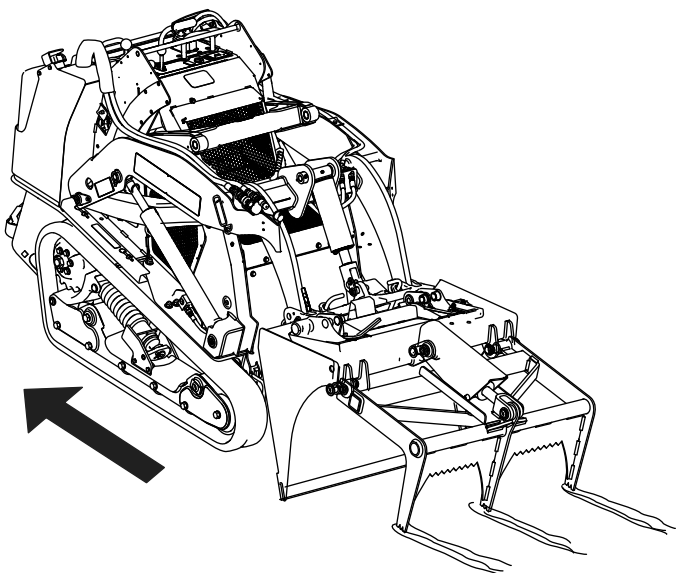

Figura 4
2. Guidate la macchina in retromarcia. Per raccogliere bastoncini e altri detriti che poi potete afferrare con le ganasce, posizionate i denti sul terreno. Per scavare solchi nel terreno e rompere zolle sode e compatte, penetrare il terreno con i denti (Figura 4).